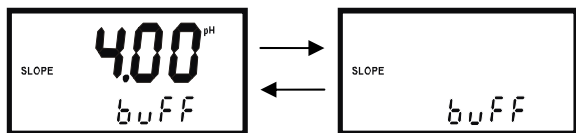

图 7-4
4、数值稳定后按下 CAL 键,仪表将有 4.00 或 4.01(仪表自动识别缓冲液,若缓冲液是碱性则显示 9.18 或 10.00)数值跳闪,且屏幕左侧有 SLOPE 显示,仪表显示如图 7-4、7-5 所示: